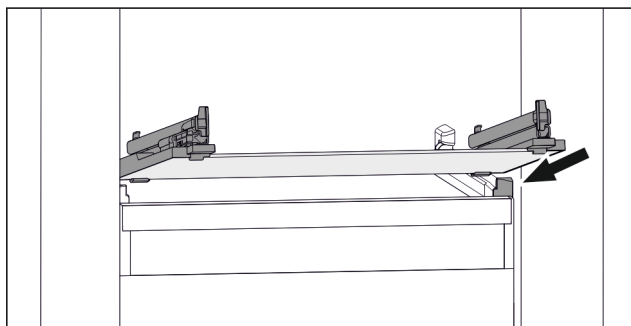

Fig. 64 Примерное отображение стеклянной пластины
- ▶ Наклоняя вниз, установите стеклянную пластину за опоры. (см. Fig. 64)